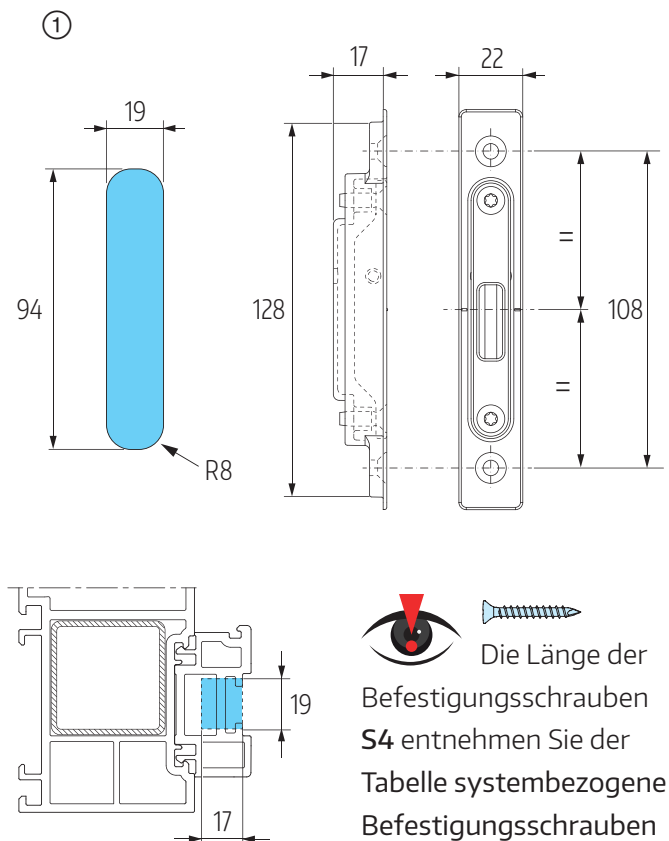

Abb. 49
① Die Position der Fräsungen an der Adapterleiste für das Schließteil für Getriebe mit Haken 5 der untenstehender Tabelle entnehmen. Fräsungstiefe und -breite, siehe **Abb. 49**. ② Lochbild für Bohrlöcher übertragen und Bohrlöcher mit $\varnothing 4,2$ bohren; **Abb. 48 auf Seite 49** beachten. ③ Schließteile mit Schrauben S4 am Rahmenprofil festschrauben.